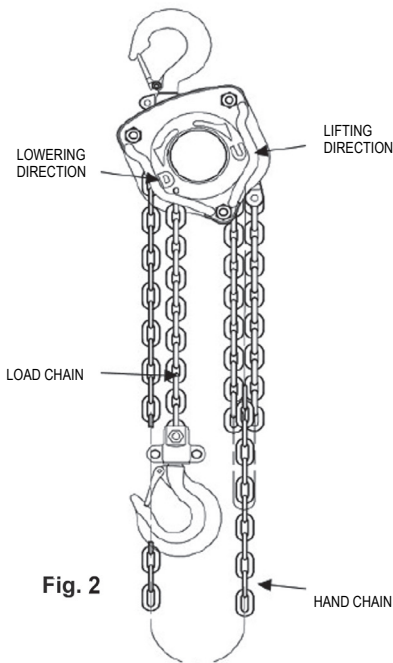

Fig. 2
- Trek de handketting in de hijsrichting (om de ketting korter te maken) of in de daalrichting (om de ketting langer te maken). De hijs- en daalrichtingen ("U" / "D") zijn direct op de behuizing van de takel gedrukt (afb. 2).